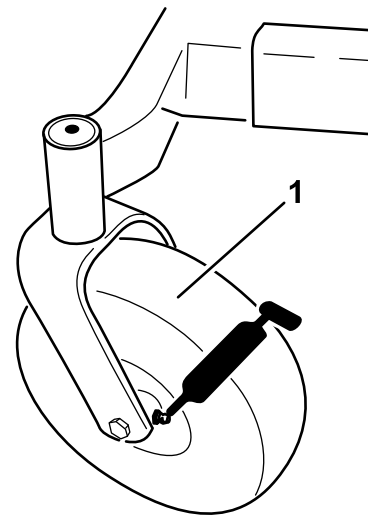

Figura 42
3. Limpe os encaixes de lubrificação (Figura 42 e Figura 40) com um trapo. Certifique-se de que raspa qualquer tinta da frente do(s) encaixe(s).
4. Ligue uma pistola de lubrificação ao encaixe (Figura 40 e Figura 42). Coloque lubrificante nos encaixes até que comece a escorrer massa lubrificante dos rolamentos.